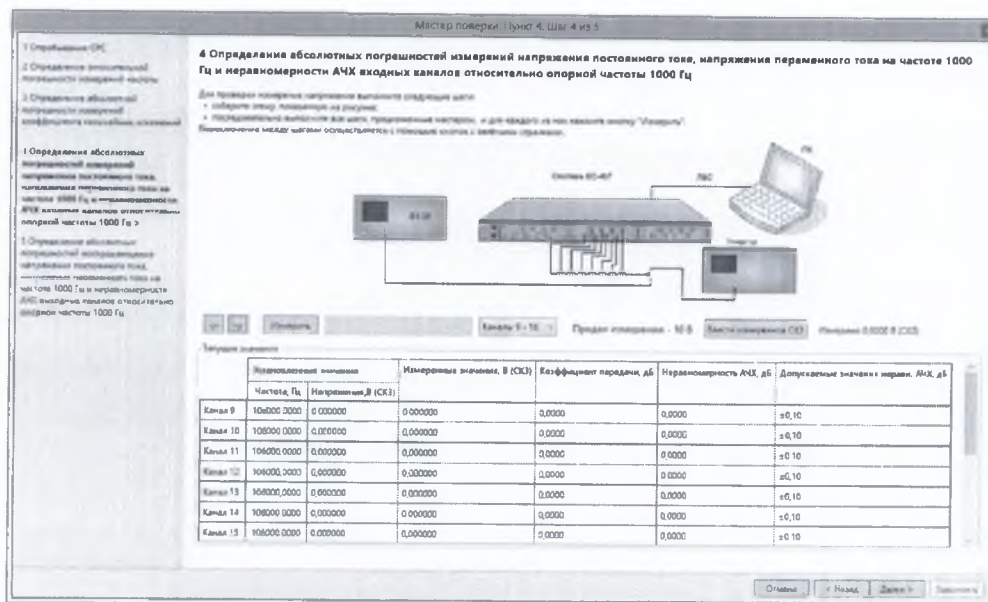

Рисунок 7.3.9
7.3.4.12 При переходе к частоте 106000 Гц в соответствии с рекомендациями мастера проверки собрать схему, изображенную в окне мастера проверки (рисунок 7.3.9), предварительно переведя калибратор-вольтметр в режим измерения напряжения переменного тока. Установить на выходе генератора частоту и напряжение (СКЗ) в соответствии с таблицей.